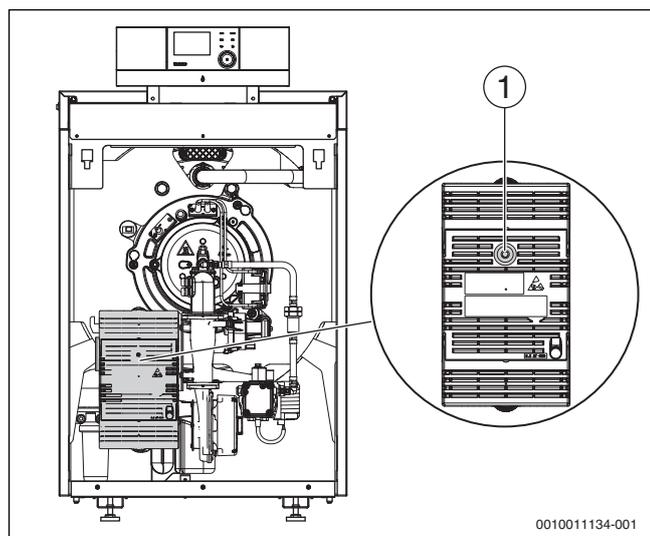

Bild 10 Störungen am Feuerungsautomaten zurücksetzen
▶ Reset-Taste am Feuerungsautomaten drücken (→ Bild 10).